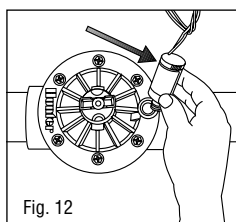

Fig. 12
1. Quite el solenoide de la electroválvula de riego de Hunter PGV o ICV. (Quite también la maneta del regulador de caudal en el caso de la ICV 1"). Consulte la ilustración 12.